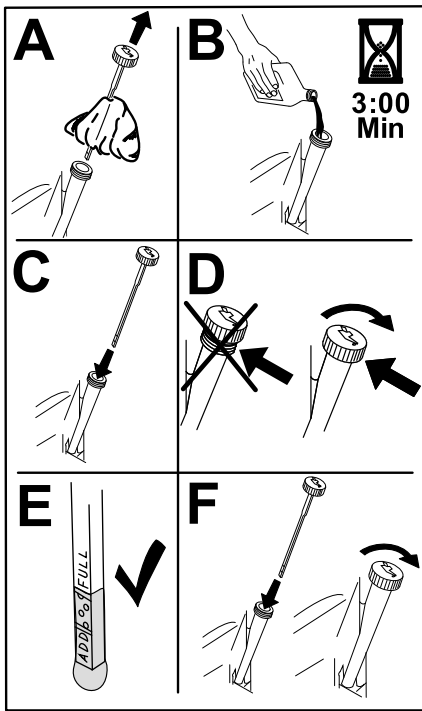

Figura 48
- Vierta lentamente un 80% aproximadamente del aceite especificado por el tubo de llenado, luego añada lentamente el resto del aceite hasta que llegue a la marca Lleno (Figura 48).